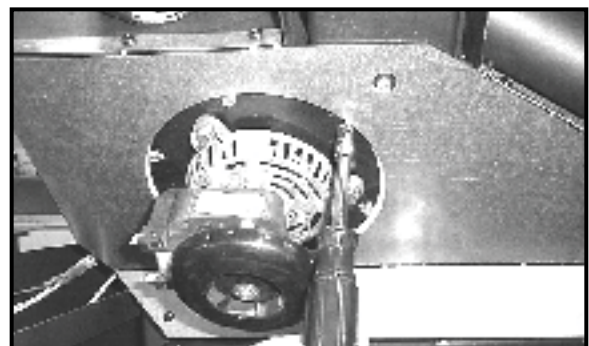

Figure 25.4
- Il y a une plaque amovible sur le ventilateur de tirage. En utilisant une douille d'1/4 po ou un petit tournevis standard d'1/4 po, desserrez les 6 vis dans les ouvertures en forme de trou de serrure, et faites pivoter la plaque (**Figure 25.4**).